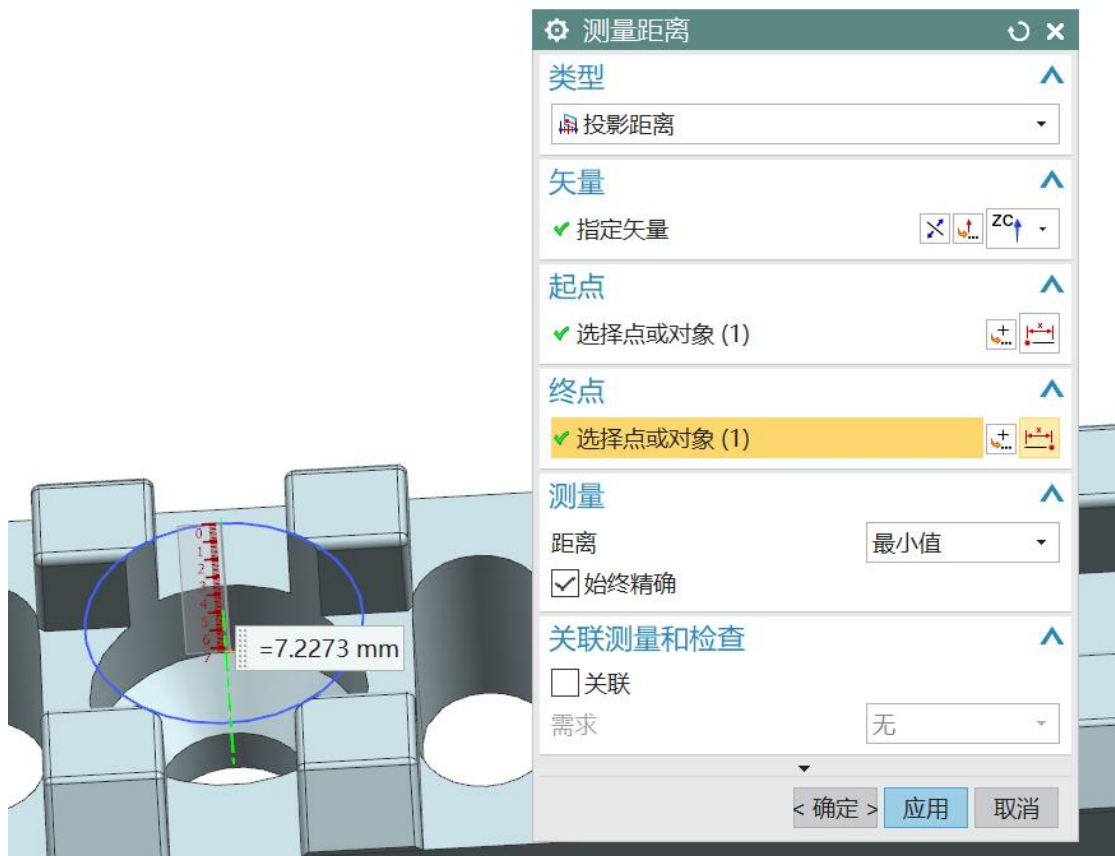

图 4-3 距离测量
(1) 分析锥孔的顶部与底部的垂直距离如图 4-3 所示。 距离约为 7.23mm。